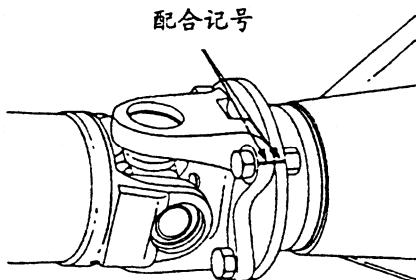

图 4-76 确定配合记号
- (1) 如图 4-76 所示, 在差速器接合凸缘及万向接头凸缘打上对正记号后拆卸传动轴。
- (2) 以类似盖子的物体封住变速箱, 避免异物进入变速箱中。